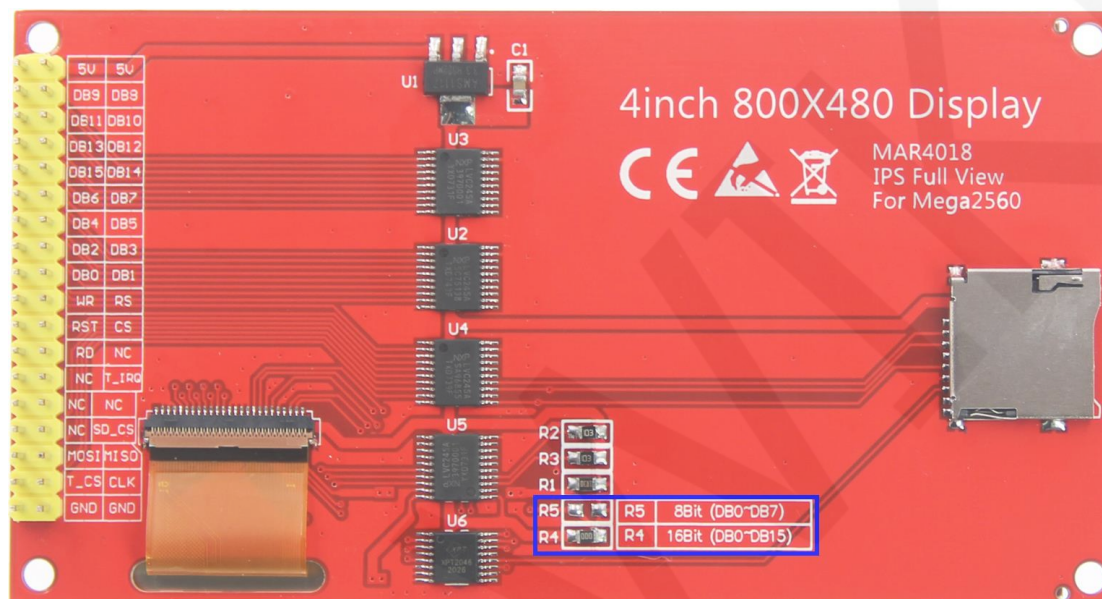

图1. 引脚丝印图
1. 图1中标注为NC的引脚没有使用;
1. 本模块硬件支持支持8位和16位数据总线模式切换，具体说明见以上图1中蓝色框内所示或者查阅模块原理图（本模块默认为16位数据总线模式）；